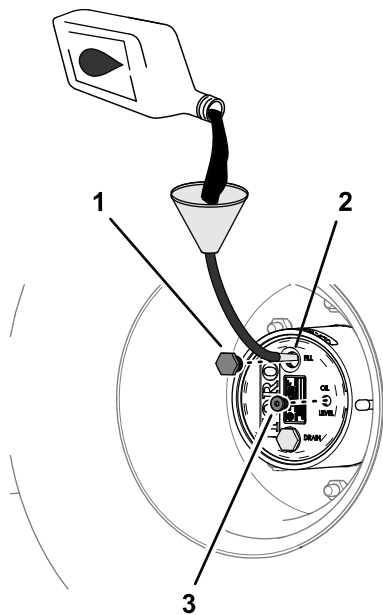

Bild 85
4. Wenn der Ölstand niedrig ist, entfernen Sie die Füllschraube und füllen Sie Öl der angegebenen Sorte ein, bis es aus dem Loch der Prüfschraube ausläuft (Bild 85), siehe Schmiermittelspezifikation für Planetengetriebe \(Seite 69\).
6. Setzen Sie die Füllschraube und die Prüfschraube ein (**Bild 85**).
1. Füllen Sie langsam das angegebene Getriebeöl in die Füllöffnung ein, siehe Bild 85 in Prüfen des Ölstands im Planetengetriebe \(Seite 69\).
3. Setzen Sie die Füllschraube und die Ölstandsschraube ein, siehe Bild 85 in Prüfen des Ölstands im Planetengetriebe \(Seite 69\).